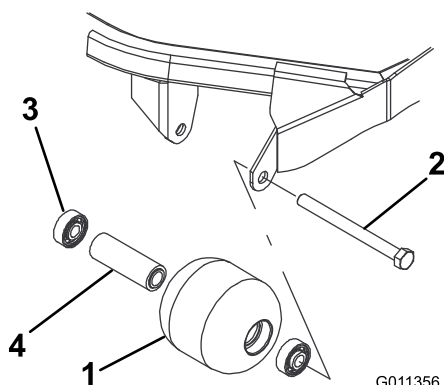

Рисунок 71
1. Снимите болт крепления валика (Рисунок 71).
4. Осмотрите корпус, подшипники и распорную втулку подшипника валика на наличие повреждений (Рисунок 71). Замените поврежденные компоненты и соберите узел.
1. Запрессуйте передний подшипник в корпус валика (Рисунок 71). Прикладывайте усилие только к наружному кольцу или одинаковое усилие к внутреннему и наружному кольцам.
2. Вставьте втулку подшипника (Рисунок 71).
3. Запрессуйте второй подшипник в корпус валика (Рисунок 71), нажимая с одинаковым усилием на внутреннее и наружное кольца до тех пор, пока внутреннее кольцо не войдет в контакт с втулкой.